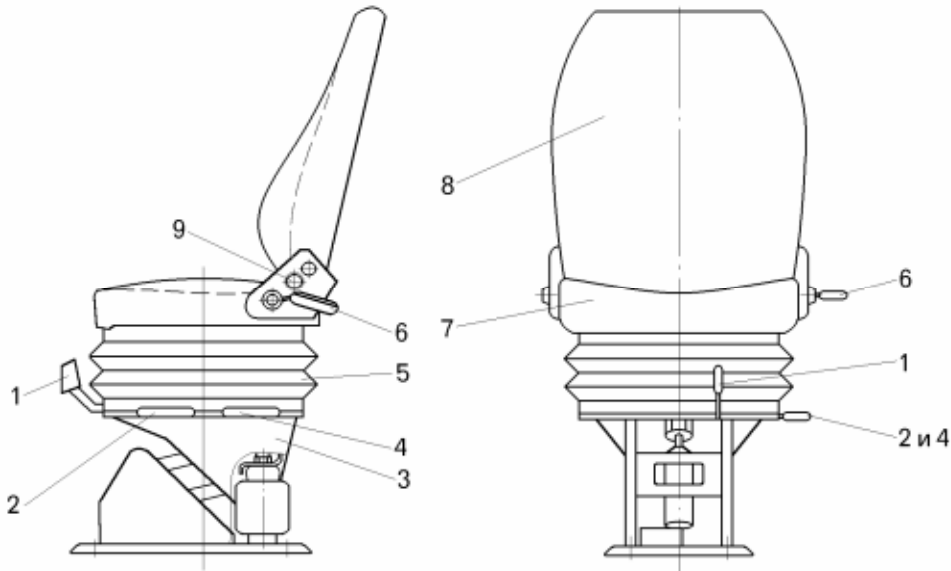
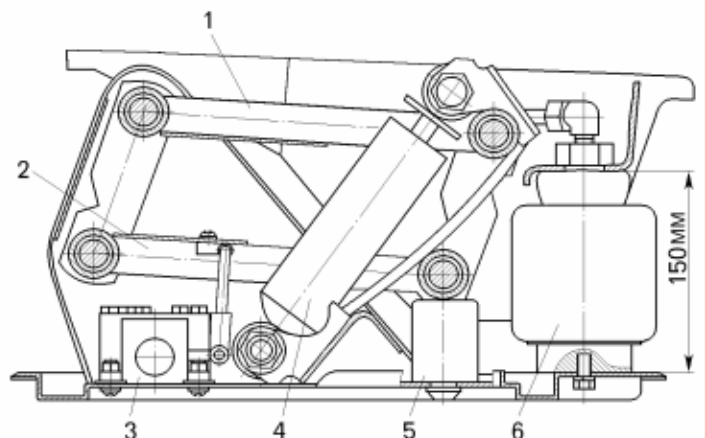

Рисунок 15.8 – Сиденье водителя:
Рисунок 15.9 – Подставка сиденья с пневмооборудованием:
**Сиденье водителя** – пневмоподдрессоренное, с механизмами регулирования сиденья по высоте, продольного перемещения, поворота и фиксации спинки (рисунок 15.8).
Механизм пневмоподдрессоривания запитан от ресивера пневмосистемы, смонтирован в подставке сиденья 3 (смотри рисунок 15.8). Он состоит из пневмобаллона 6 (смотри рисунок 15.9), пневмораспределителя 3, амортизатора 4, верхнего 1 и нижнего 2 рычагов и буфера 5.